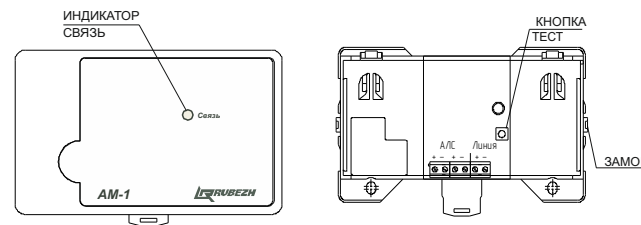

Рисунок 1
5.2 Адресная метка представляет собой конструкцию (Рисунок 1), состоящую из корпуса, внутри которого размещена плата с радиоэлементами, обеспечивающая обработку сигналов со шлейфов сигнализации. На плате установлены клеммные контакты для подключения адресной метки к АЛС и для подключения шлейфов сигнализации.
7.5 Для конфигурирования адресной метки, подключенной к АЛС, начальный адрес которого неизвестен, необходимо зайти в меню прибора, выбрать пункт «Настройка» («Конфигурация») => «Сервис» => «Адресация устройств» и нажать «Кнопку» на адресной метке (Рисунок 1). На экране откроется меню параметров адресной метки: